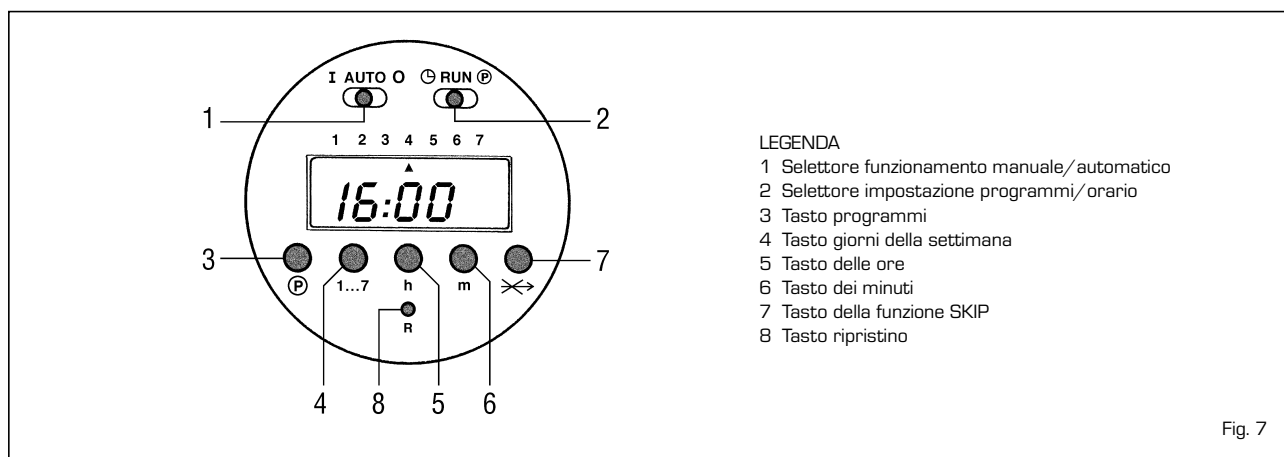

Fig. 7
- **Cancellazione di uno o più programmi** (fig. 7)
- **Impostazione funzione SKIP** (fig. 7)